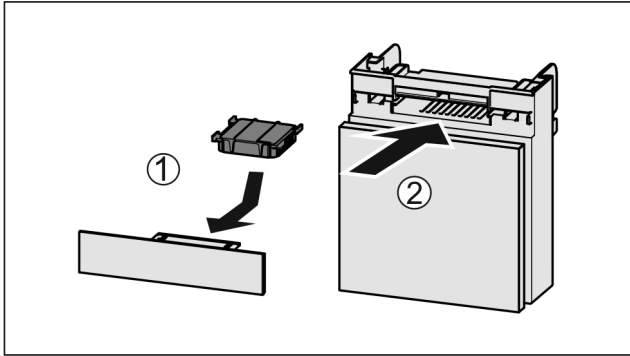

Fig. 119
- ▶ Introduzca el compartimento Fig. 119 (2).